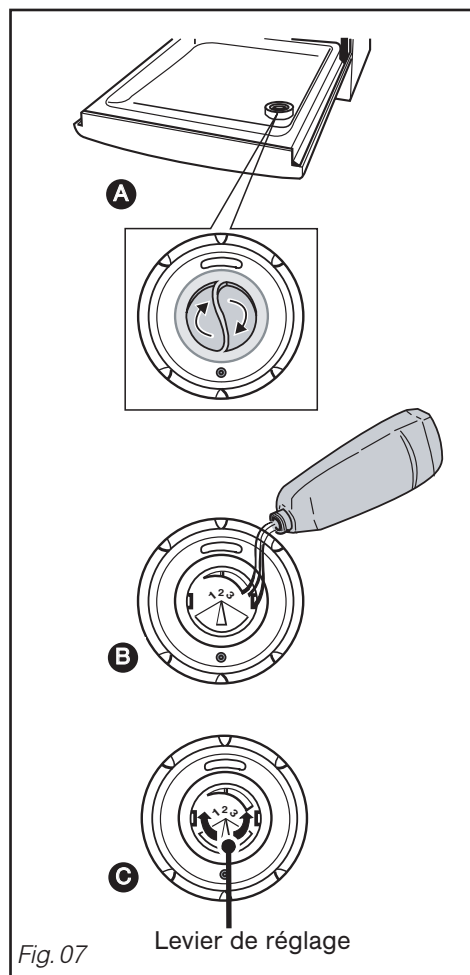

Fig. 07
• **Le chargement du produit de rinçage. (Fig. 07)**